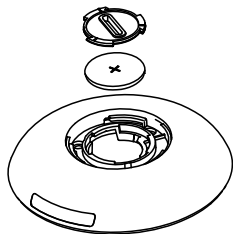

Рис. 15
4. Аналогичным образом откройте защитную крышку внутри, чтобы извлечь батарею (рисунок 15)